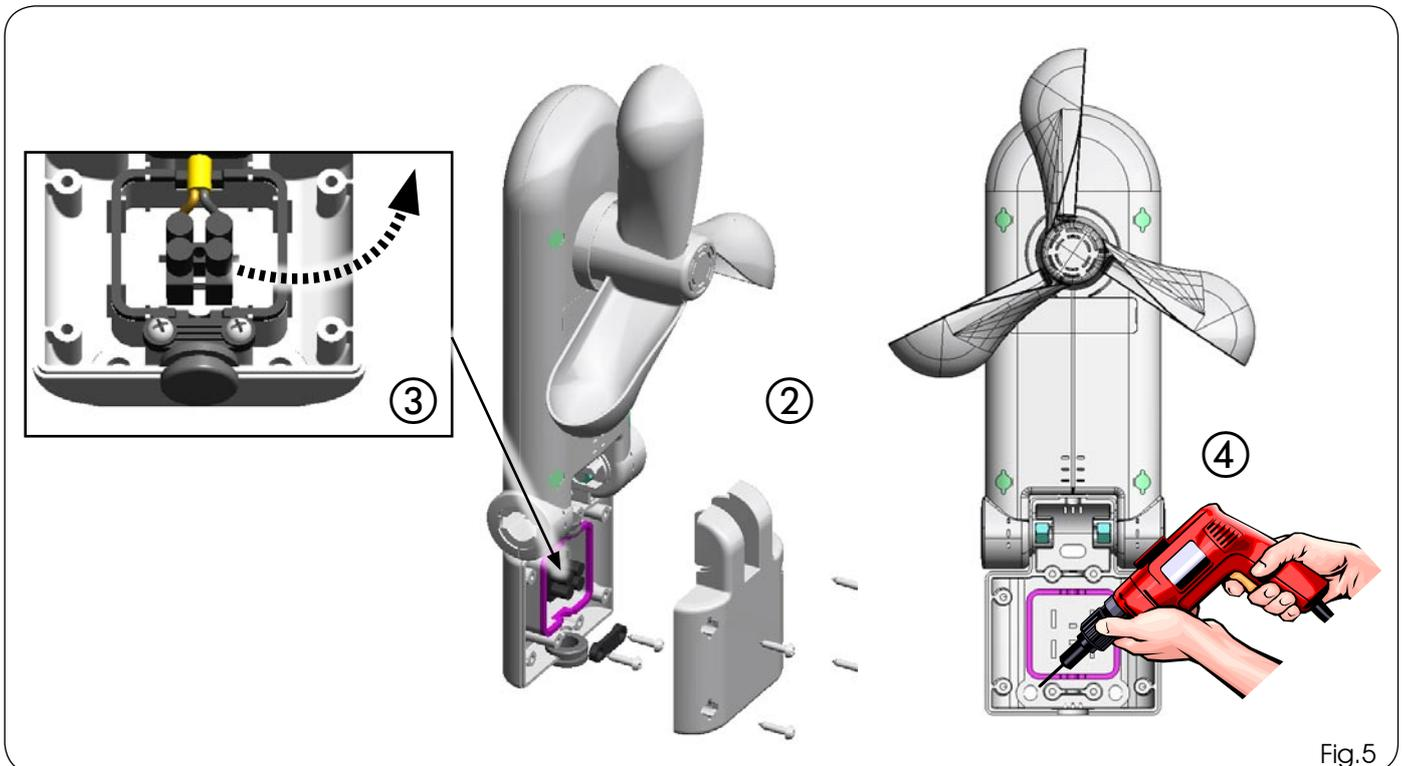

Fig.5
- 2) Enlever le couvercle frontal après avoir extrait les quatre caches et les vis (Fig. 5 réf. ②)
- 3) Déplacer le câble de l'anémomètre de manière à libérer le trou de fixation. (Fig. 5 réf. ③)
- 4) Réaliser dans le mur les trois trous de fixation de l'anémomètre au niveau des trous de ce dernier (Fig. 5 réf. ④).